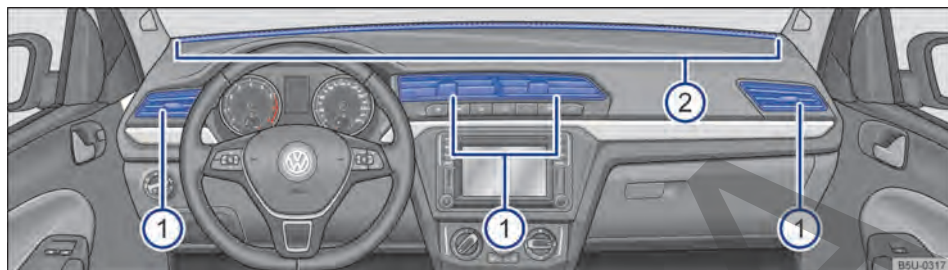

Fig. 72 En el panel de instrumentos: difusores de aire.
Para conseguir un rendimiento calorífico, una refrigeración y una entrada de aire suficientes en el interior del vehículo, los difusores de aire nunca se deberán cerrar completamente → fig. 72 ①.
- Para abrir los difusores de aire ①, presionar en la parte superior del difusor de aire.
Hay otros difusores de aire, no regulables, se encuentran en el medio del panel de instrumentos → fig. 72 ②, en las áreas de los pies y en la parte trasera del interior del vehículo.